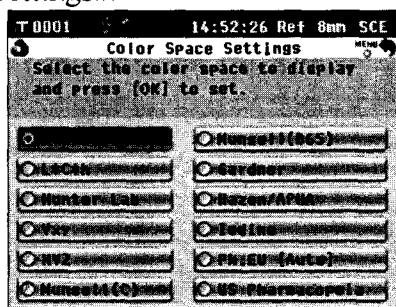

Рисунок 39
- откройте вкладку «Color Space» (Цветовое пространство), при этом отобразится экран «Color Space Settings». Используйте кнопки \bullet или \circlearrowleft на крестообразной клавиатуре, чтобы переместить курсор к элементу «XYZ» (рисунок 39) и нажмите кнопку «OK/EDIT». На экране снова появится «Color Settings».